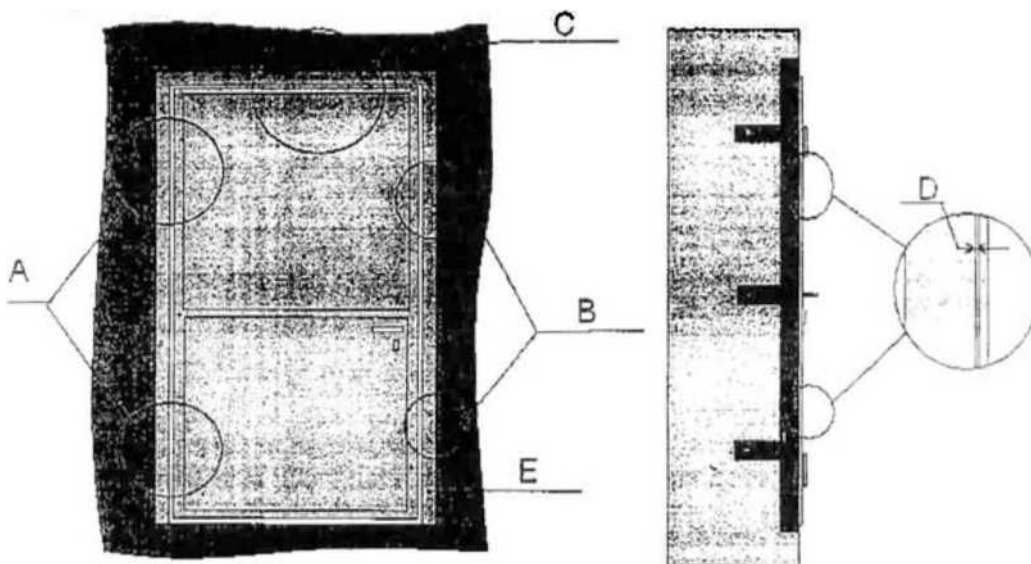

Рисунок 5.
8. При закрытой двери установите зазор петли Н (см. конструкция петли далее кп.) на 0,5-1,0 мм. вращая регулировочный винт А. Далее вращая отверткой эксцентрик С (см. кп.) через отверстие Е (см. кп.) отрегулируйте зазор между дверной коробкой и полотном (см. рис.5/А).
9. Установив ровный зазор (рис. 5/А), засверлите эксцентрики сверлом 2,9 мм через отверстие G (см. кп.), как показано в конструкции петли G2. Затем вбейте в отверстие G2 обыкновенный гвоздь прилагаемый в комплекте, и откусите клещами лишнее. Торчащий из петли кончик расклепать.
10. При закрытой двери, свободную стойку дверной коробки Е, установите так чтобы выровнять зазоры В и С (см. рис. 5).
11. Притвор D (см рис. 5) с верху и с низу должен плотно прилегать к дверной коробке.